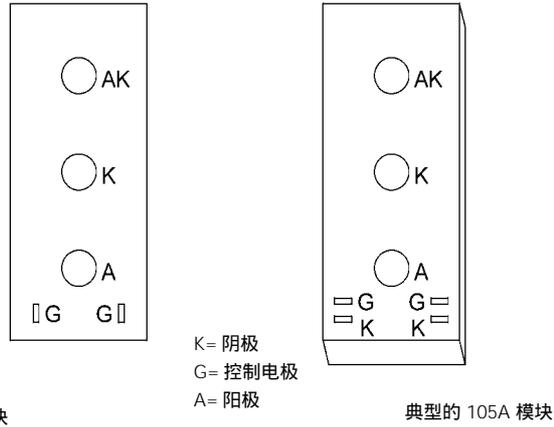

图 27. 3RW345...软起动器用的典型模块
在进行下述试验之前确保所有通向软起动器的供电均被断开并保持断开, 见图 27 至 29
1. 拆除组件阳极和阴极之间的负载连接(图 27 至 29)且检验各晶闸管在阻塞方向中和允通方向中的阻塞电压。